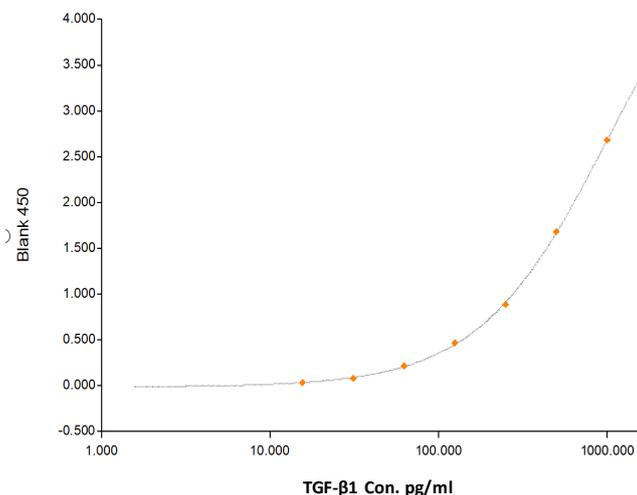

图7. 典型TGF- $\beta$ 1 ELISA的标准曲线
- 典型的标准曲线如图7所示。因操作条件的不同，每次进行实验时，应当重新绘制标准曲线。确保结果准确。